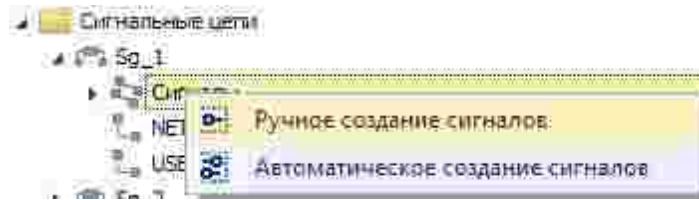

Рис. 269 Указание сигнала для выбранной цепи
1. В панели «Менеджер проекта» -> узел «Сигнальные цепи» для выбранной сигнальной цепи задайте сигнал, Рис. 269.